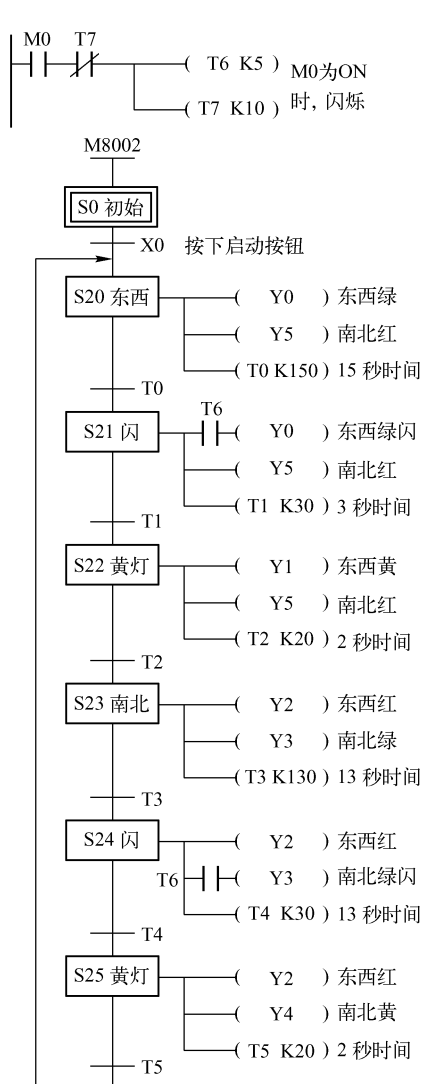
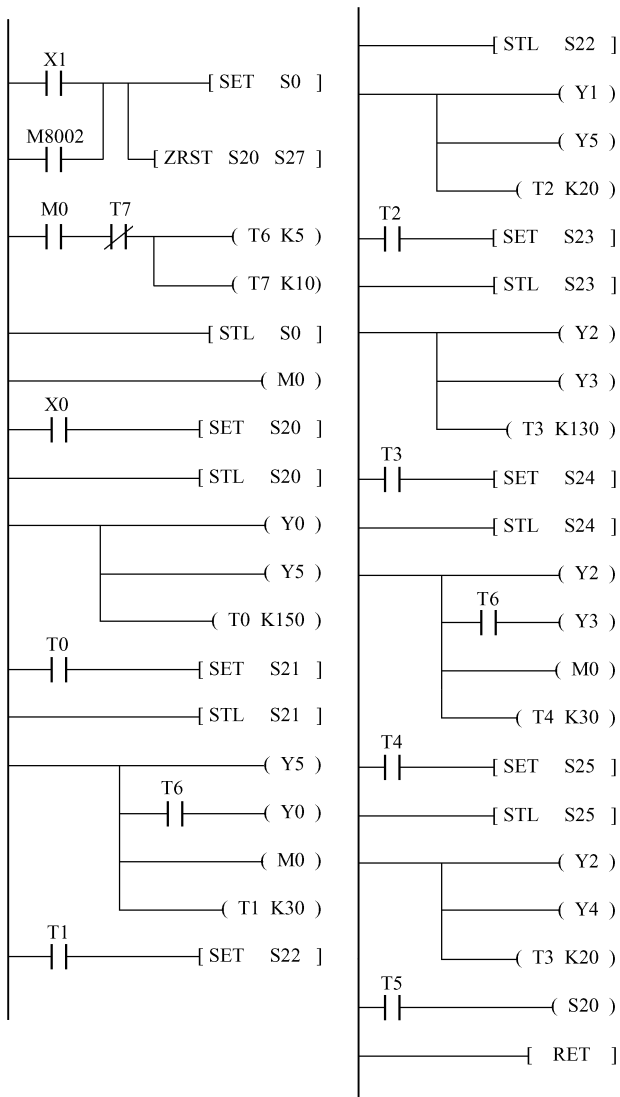

图 5-33 交通灯状态转移图
图 5-34 交通灯顺序控制梯形图程序
(2) 画出状态转移图，如图 5-33 所示。
(3) 根据图 5-33，编写对应的梯形图程序，如图 5-34 所示。